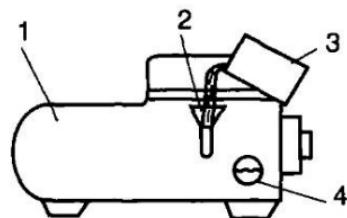

Рис. 120. Заполнение масла в компрессор:
11.1.8. Снимают пробку и заливают масло в картер компрессора до необходимого уровня. При этом соблюдают меры предосторожности для исключения возможности загрязнения масла (рис. 120).